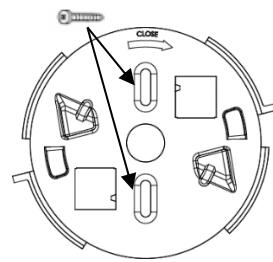

Figura 8
3. Usare la staffa come dima e segnare i punti di fissaggio, fissare la staffa sulla superficie di installazione (*vedere Figura 8*).